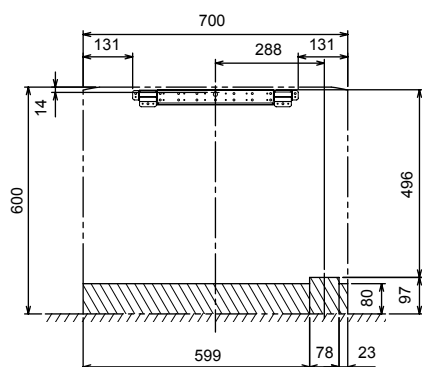

Fig. 3-7
1) Για αριστερή ή πίσω-αριστερή σωληνώση (Fig. 3-7)